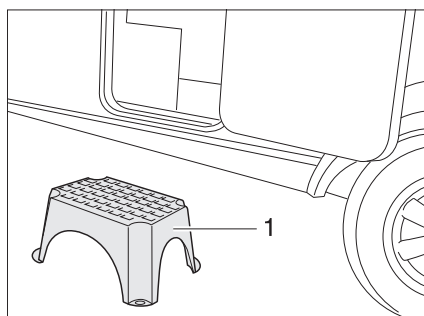

Fig. 16 Marchepied (amovible)
- Poser le marchepied (Fig. 16,1) devant l'entrée de la caravane.